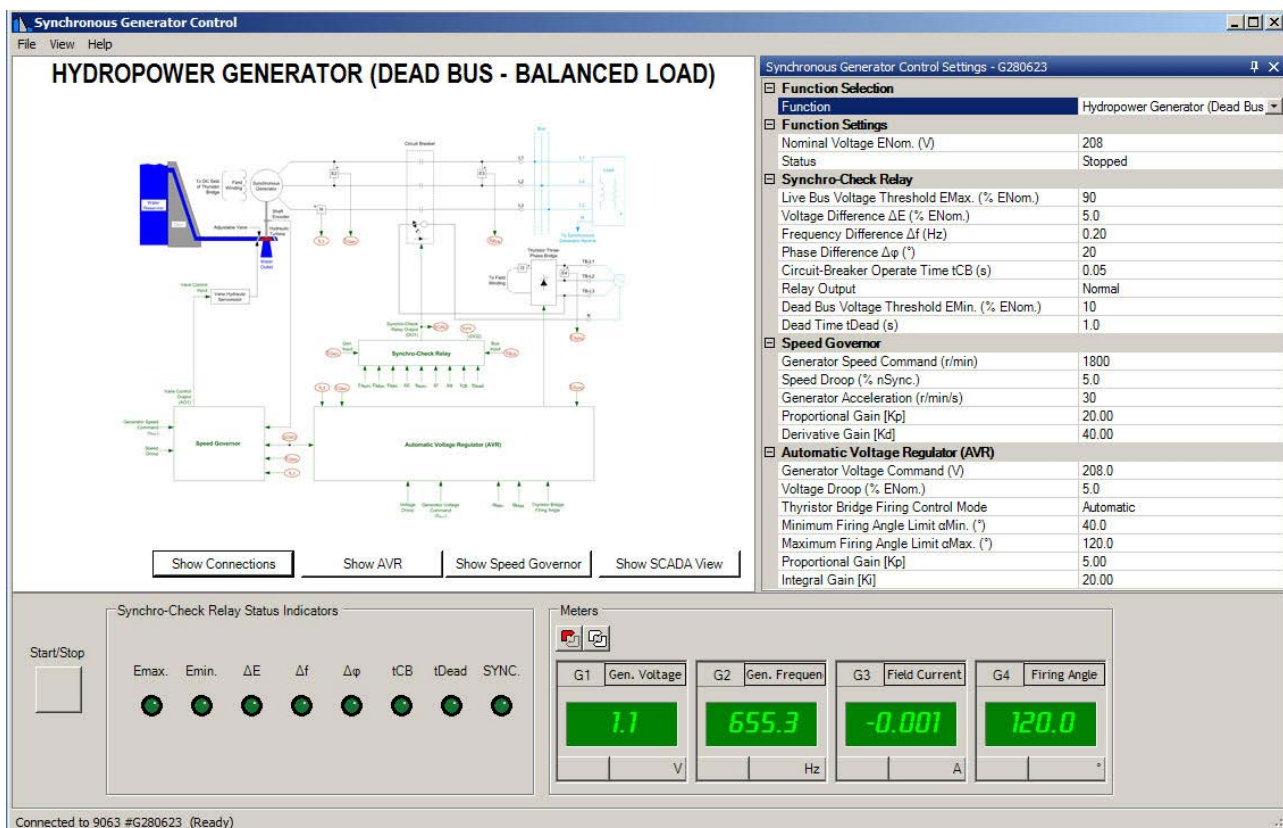

Figura 13: Ventana Control del generador sincrónico, al seleccionar la función Generador hidroeléctrico (Bus inactivo - Carga equilibrada).
14. Con las funciones avanzadas, como la función Generador hidroeléctrico (Bus inactivo - Carga equilibrada) disponible en la ventana Controlador del generador sincrónico, pueden haber múltiples botones debajo del diagrama del circuito eléctrico, como se ve en la figura 13.